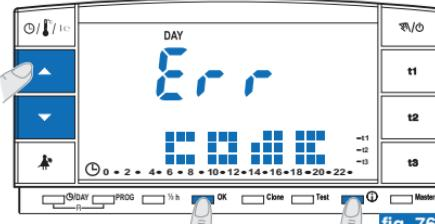

fig. 76
- Si se introduce la contraseña equivocada aparecerá el mensaje Err (fig. 76).